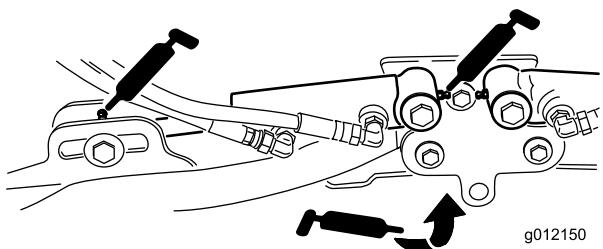

図 53
- ・ 昇降アームのシリンダ（各アームに2ヶ所）（図 53）
- ・ 昇降アームのピボット（各アームに1ヶ所）（図 53）